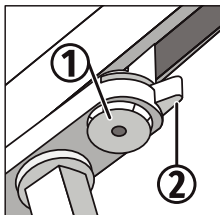

Рисунок 1.
- Выбор нужной фазы (1, 2 или 3) осуществляется поворотом диска переключателя адаптера ① до крепления в шинопроводе или после, Рис. 1.
- Зафиксируйте адаптер путем поворота фиксатора ②, расположенного на нем, Рис. 1.